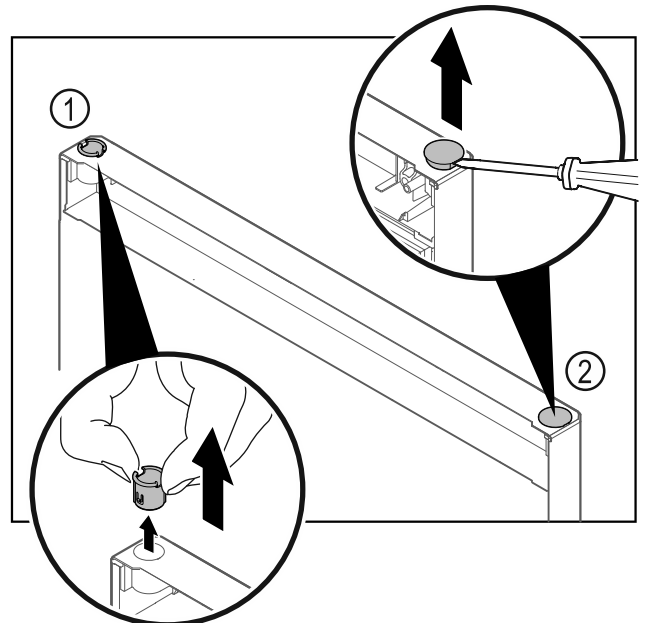

Fig. 21
- ▶ Scharnierbuchse Fig. 21 (1) mit den Fingern herausziehen.
- ▶ Abdeckstopfen Fig. 21 (2) vorsichtig mit einem Schlitzschraubendreher anheben und herausziehen.